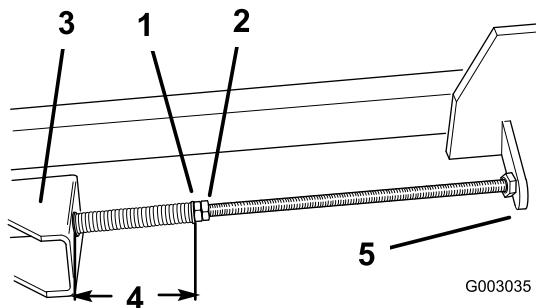

Figura 43
la correa de transmisión desgastada de las poleas (Figura 43).
8. Apriete la contratuerca delantera de cada varilla de ajuste hasta que los muelles estén completamente comprimidos, aproximadamente 12 cm (4-3/4 pulg.) medido entre la arandela y el casquillo, luego desenrosque las contratuerca delanteras una vuelta (Figura 43).
9. Apriete las contratuerca traseras (Figura 43).